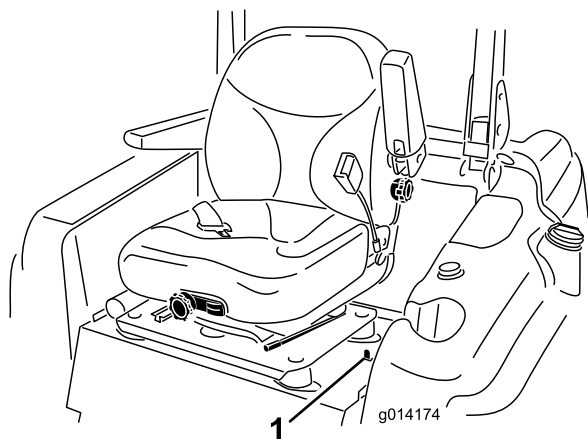

図 1
5. 運転席の左側にあるシートラッチを後ろに動かして運転席のロックを解除し、座席を前へ引っ張って倒し、ハンドルにもたれさせる 図 1。